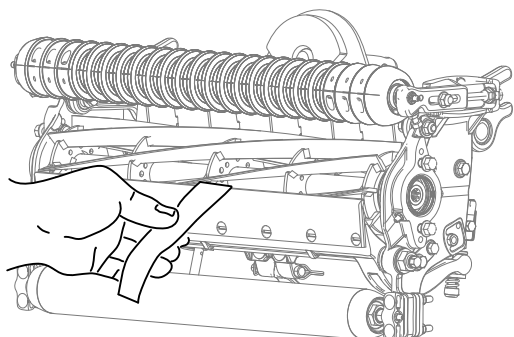

図 10
- 切れ味確認用のトロ製試験ペーパーを一枚、リールと下刃との間に、下刃に対して直角になるように差し入れて、カッティングユニットの切れ味をテストする 図 10。